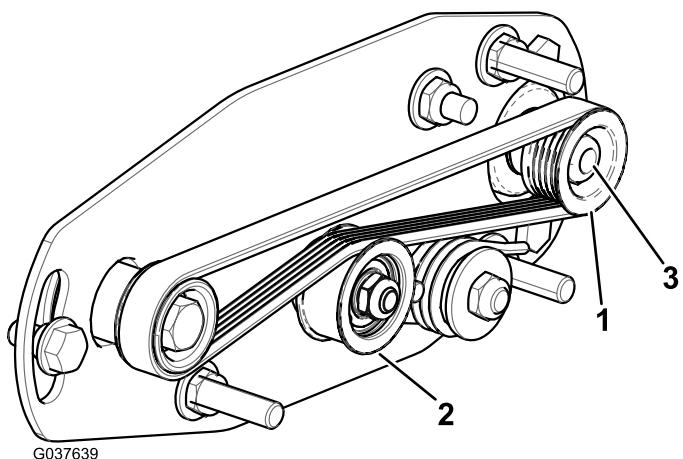
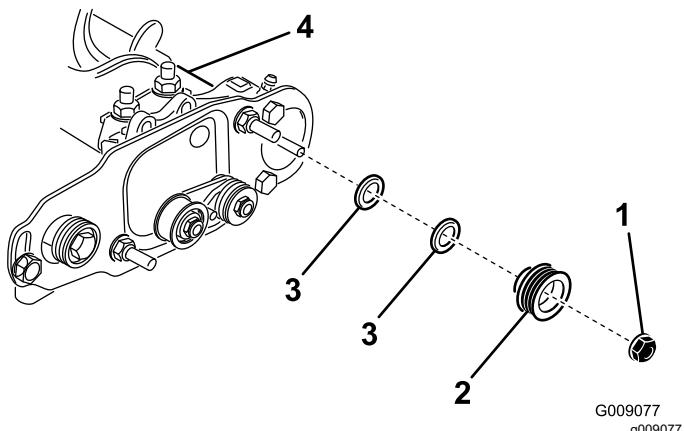

Figura 24
Figura 25
1. La polea arrastrada (en el eje del cepillo del rodillo) puede desplazarse hacia dentro y hacia fuera (Figura 24).
2. Mientras gira del molinete, que hará girar a su vez la polea motriz, haga palanca para retirar la correa de la polea motriz (Figura 24).
3. Retire la contratuerca que sujetla la polea arrastrada al eje del cepillo (Figura 24 o Figura 25).
4. Retire la polea arrastrada del eje (Figura 25).
5. Si es necesario desplazar la polea hacia fuera, añada una arandela de 0,8 mm de grosor (Figura 25).
6. Instale la polea, tal y como se muestra en la Figura 25.